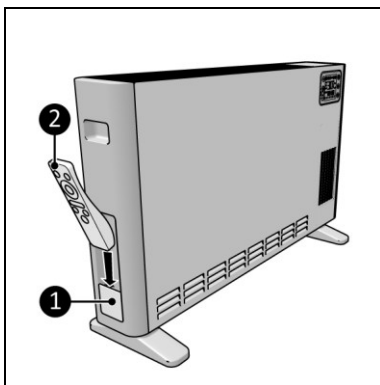

Figure 14
1. La télécommande (figure 14, pos. 2) peut être rangée dans l'emplacement pour télécommande (figure 14, pos. 1) sur le côté de l'appareil.